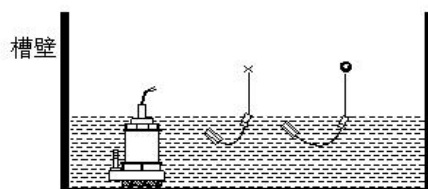

图2
- 安装位置与抽水机入口应保持适当距离以免浮球开关被入水口吸入。(见图2)